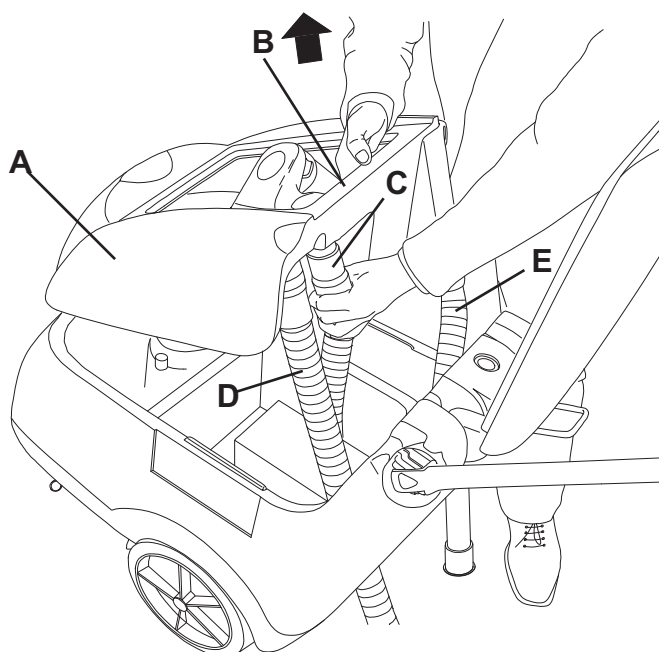

Figure 3
1. Vider le réservoir de l'eau de récupération (26), en procédant comme indiqué au paragraphe spécifique.
3. Vérifier que le câble d'alimentation (21) est branché au réseau électrique.
4. Déconnecter le tuyau d'aspiration (22) de l'embouchure (11).
5. Déconnecter le tuyau de vidange de l'eau de récupération (16) du support (17).
6. Ouvrir le couvercle (6).
7. Saisir le réservoir de l'eau de récupération (A, Fig. 3) dans la zone (B) et le soulever légèrement.
8. Déconnecter le tuyau d'aspiration (C) du réservoir, et puis déposer le réservoir (A) avec les tuyaux (D) et (E).